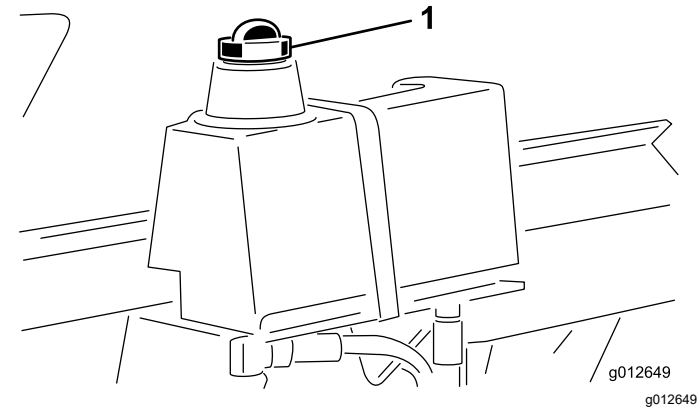

图 27
- 2. 从液压油箱底部取出排油塞让液压油流入放油盘图 27。液压油停止排出时装回并紧固接头。